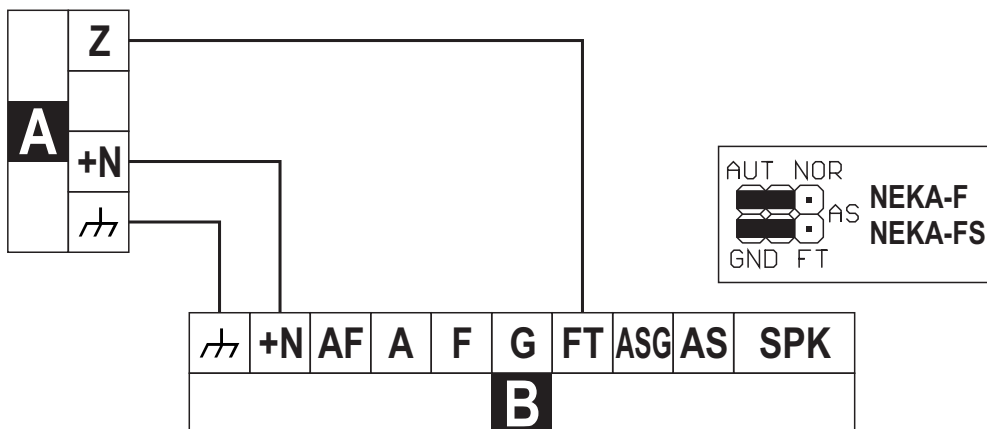

Figura 4 – Modalità automatica con gestione separata dell'antischiuma: A) centrale; B) sirena.
Se si vuole che la centrale gestisca l'antischiuma, i ponticelli devono essere posizionati come mostrato in figura 4 e il morsetto F della sirena (B) deve essere collegato ad un'ingresso della centrale (A) che è a riposo quando collegato alla massa, e va in allarme quando appeso (il morsetto Z in figura).